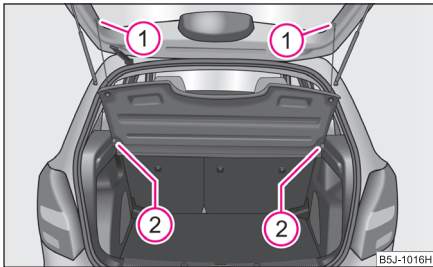

Abb. 58 Ausbau der
- Hängen Sie die Haltebänder an der Gepäckraumklappe aus ① ⇒ Abb. 58.
- Die Gepäckraumabdeckung nehmen Sie aus den Haltern ② heraus durch Ziehen nach hinten oder durch angemessene Schläge auf die Unterseite der Gepäckraumabdeckung im Bereich zwischen den Haltern.
- Zum Wiedereinbau legen Sie die Gepäckraumabdeckung auf die Auflageflächen der Seitenverkleidungen und durch Schieben nach vorn drücken Sie die Gepäckraumabdeckung in die Halter ② und dann hängen Sie die Haltebänder ① an der Heckklappe ein.